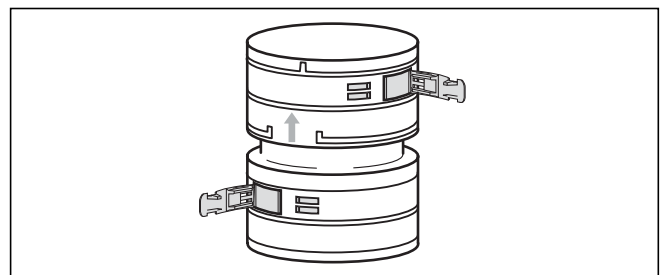
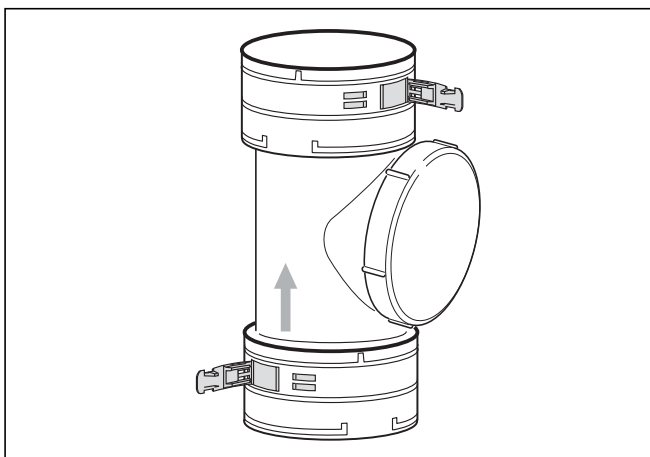

Рис. 6.50 Соединительный элемент
Рис. 6.51 Очистной элемент
- При необходимости сначала монтируйте соединительный и очистной элементы (см. рис. 6.50 и 6.51).
Вместо того, чтобы обматывать гибкий выпускной газопровод по всей длине за один раз, Вы можете использовать отрезки и соединять их соединительными элементами (арт. № 303 512, рис. 6.50) или очистным элементом (арт. № 303 511, рис. 6.51).